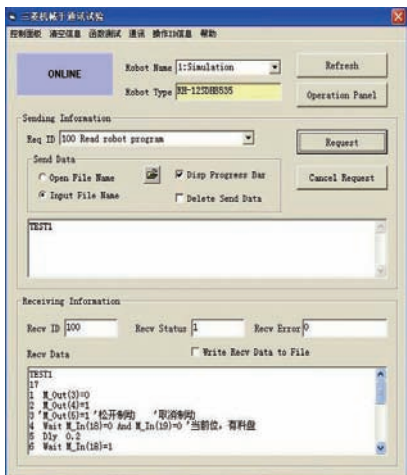

图 3
(1) 利用ID=100，读取TEST1的机械手控制程序清单，如图3所示。返回结果：第一行，指定的程序名；第二行，文件中包含的程序的行数；第三行及以后行，指定文件的程序清单。